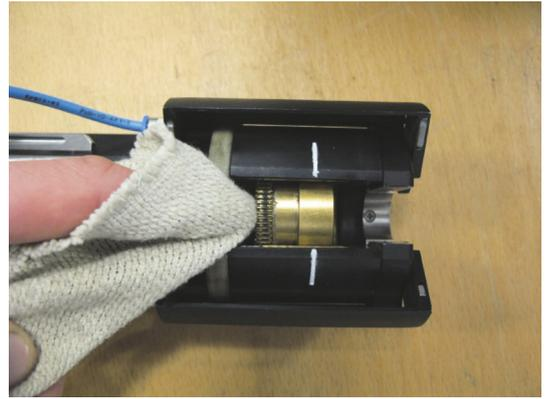

图 10 用布擦拭电流/冷却接触面
10. 用布擦拭齿轮 (转子) 四周潮湿的电流/冷却接触面 (图10)。